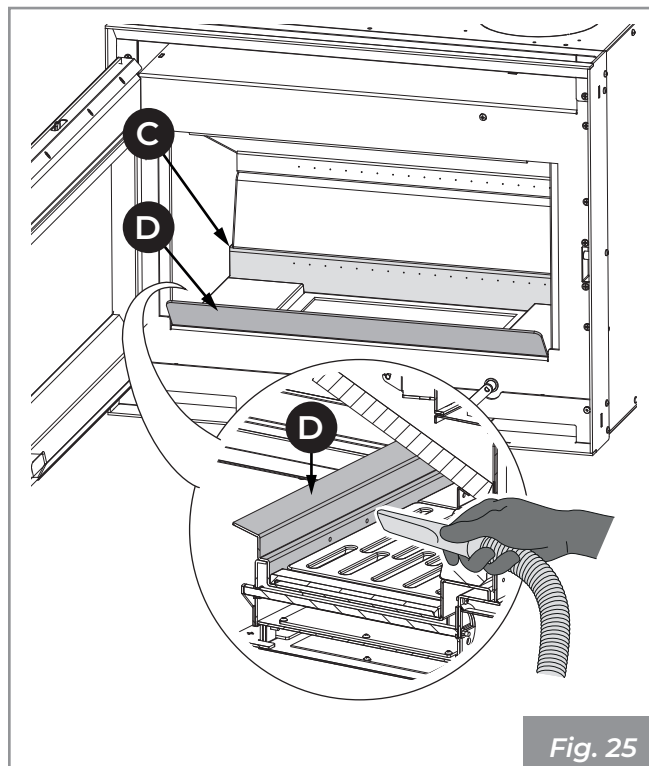

Fig. 25
- 2) Extraer el cajón de cenizas (B) de la base y aspirar la ceniza eventual depositada en los compartimientos subyacentes (Fig. 25).
- 3) Aspirar los orificios traseros (C) y delanteros (D - donde esté previsto) del distribuidor de aire comburente con el fin de evitar eventuales acumulaciones de cenizas (Fig. 25).